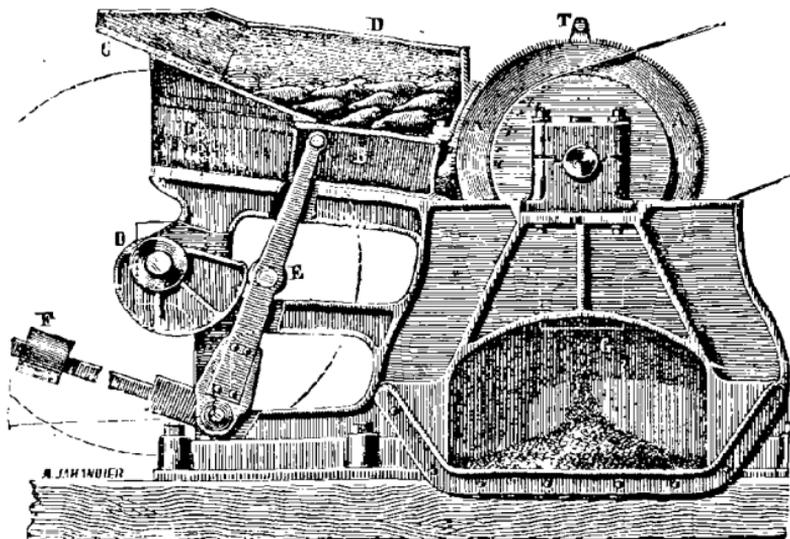

FIG. 92. — Machine à râper les betteraves.
1) **Râpage des betteraves.** — Au lavage succède le *râpage* qui a pour but de réduire les betteraves en une sorte de bouillie semi-liquide. La râpe se compose d'un cylindre AA (fig. 92), armé de dents très-fines que l'on voit sur sa surface extérieure, et animé d'une vitesse de rotation de mille tours par minute. Les betteraves jetées sur le fond incliné C d'une trémie, tombent sur la râpe A; elles sont poussées par une pièce B, que l'on appelle le *pousseur*, écrasées entre lui et la râpe, et réduites en une bouillie rendue plus liquide par l'arrivée de minces filets d'eau que lance un tube T. Ces filets d'eau facilitent l'action des dents et en dégagent de la pulpe qui s'écoule dans un réservoir G, d'où elle passe ensuite dans des auges.